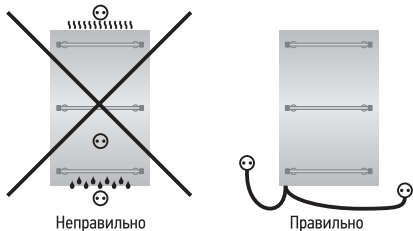

Рис. 10
4.7. Запрещается устанавливать дизайн-радиатор так, чтобы розетка находилась в положении, указанном на рисунке в области «Неправильно» (рис. 10).